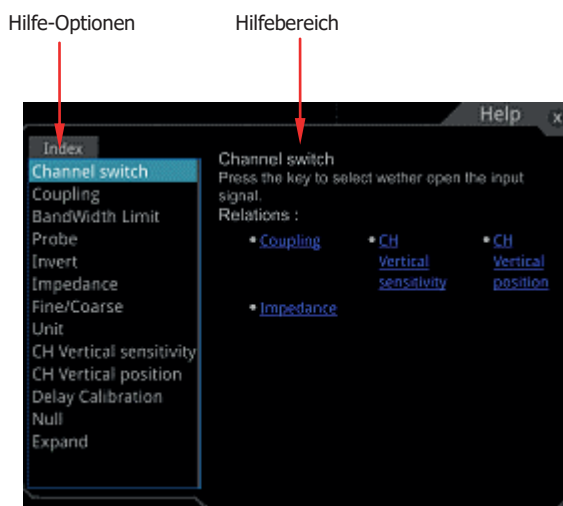

Bild 1-20 Hilfeoberfläche
2. Softkey-Tasten **Help** → **Content** drücken (Gerätefrontseite) oder auf Menüpunkt „Help“ Tippen (Touch Screen) und die entsprechenden Hilfeinformationen werden auf dem Bildschirm angezeigt (siehe Bild 1-20). Die Hilfeoberfläche besteht im Wesentlichen aus zwei Teilen. Links sind die Hilfe-Optionen aufgeführt. Rechts befindet sich der Hilfebereich (Erklärungen).
Nach Öffnen der Hilfeoberfläche können die entsprechenden Hilfeinformationen im Hilfebereich (siehe Bild 1-20) **wie folgt abgerufen** werden: